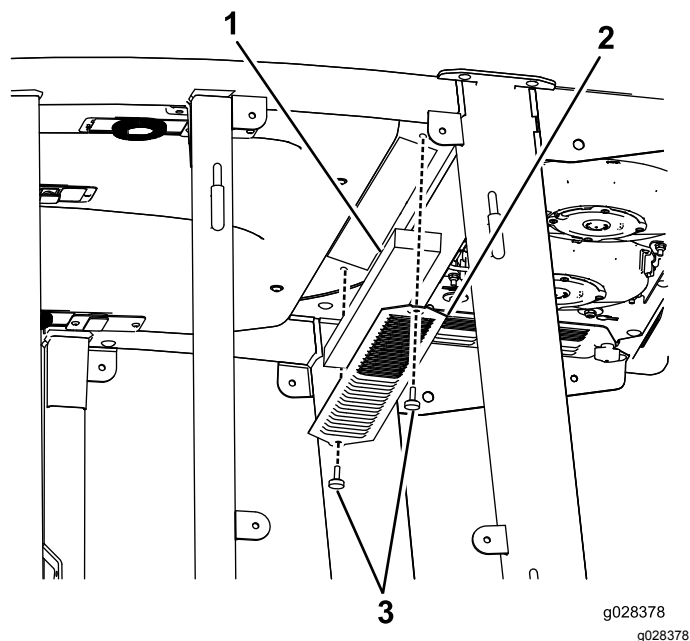
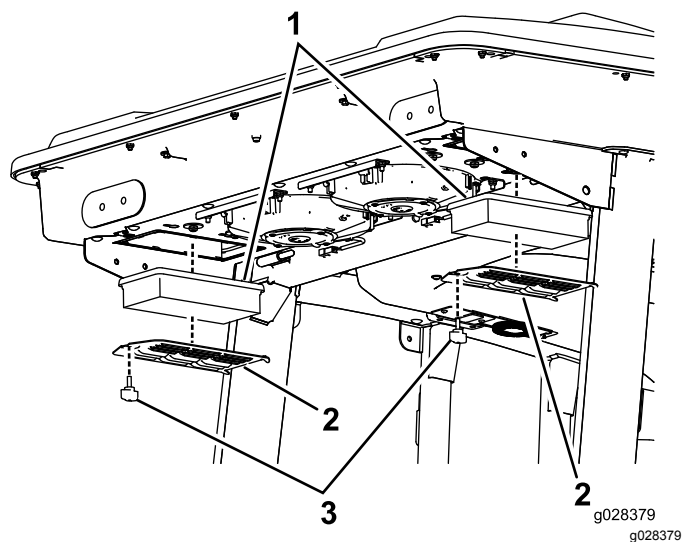
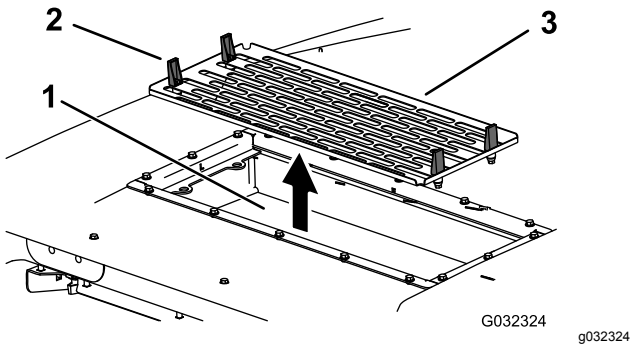

Figura 115
Figura 116
**Figura 117**
1. Retire los tornillos y las rejillas que cubren el filtro interior y el trasero de la cabina (Figura 115 y Figura 116).
- 5. Retire los filtros de aire (consulte Figura 116).
- 7. Instale los filtros de aire, la rejilla y el conjunto del ventilador (Figura 116, Figura 117 y Figura 118).
- 8. Conecte el cable de cada ventilador (Figura 117).